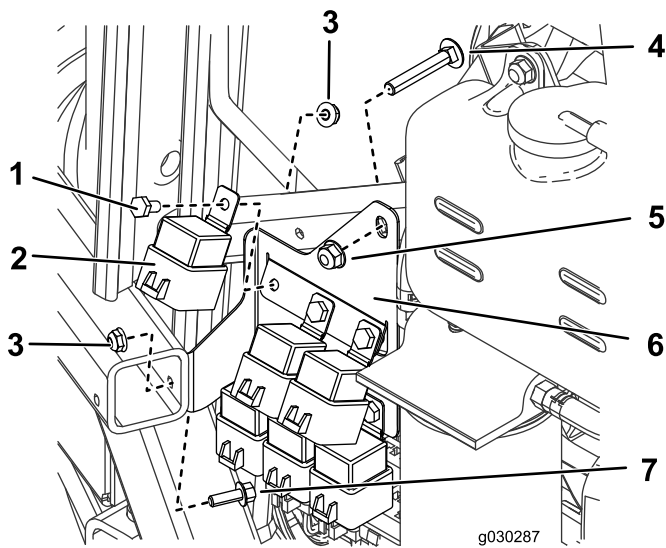

Bild 21
1. Befestigen Sie an der rechten Seite der Maschine sechs Relais mit sechs Schrauben (1/4" x 1/2") und sechs Muttern (1/4") an der Relaishalterung, wie in Bild 21 abgebildet.
- Befestigen Sie die Relaishalterung mit einer Schraube (1/4" x 3/4") und Mutter (1/4") und der gerade entfernten Schraube und Mutter an der Maschine (Bild 21).